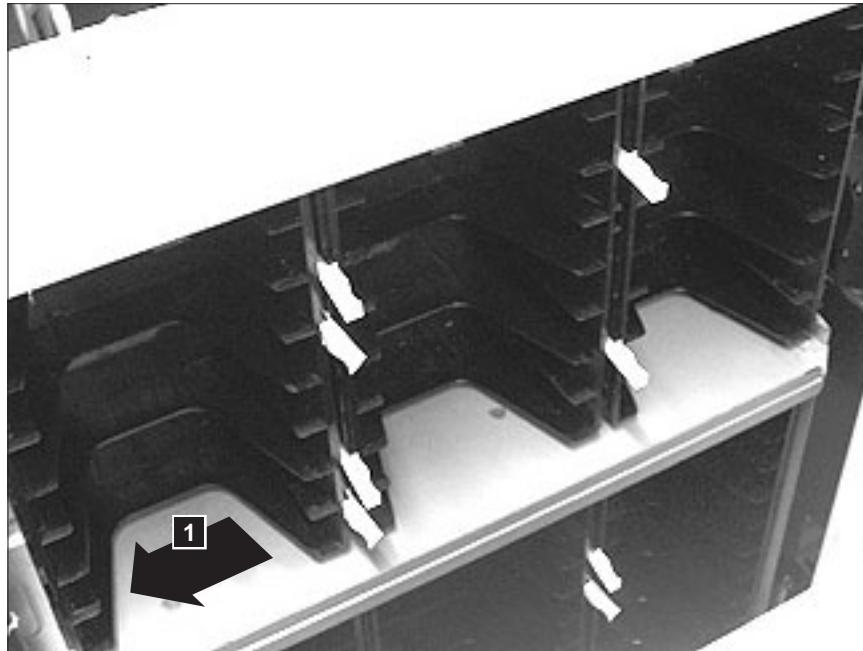

Figura 11-10. Extracción de una columna de almacenamiento
2. Tire de la columna de almacenamiento hacia la parte frontal de la biblioteca (**1** de la Figura 11-10 en la página 11-17) para desacoplar las pestañas de bloqueo de la parte posterior de la columna.